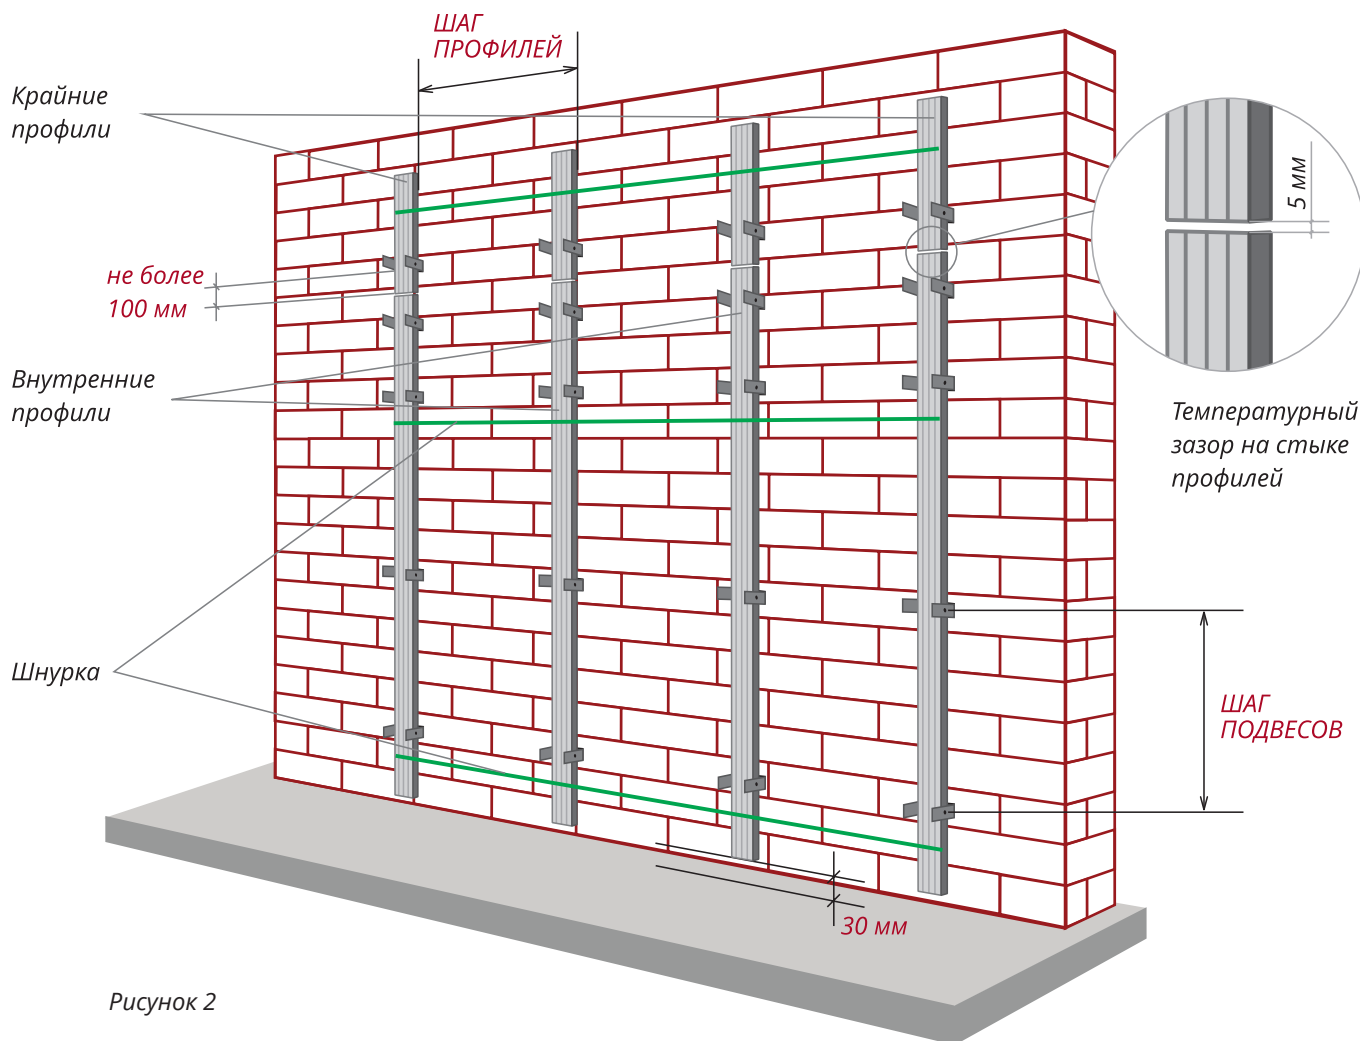

Рисунок 2
10. Саморезами ПШ закрепите к подвесам крайние профили фасада, используя уровень или отвес (Рисунок 2).